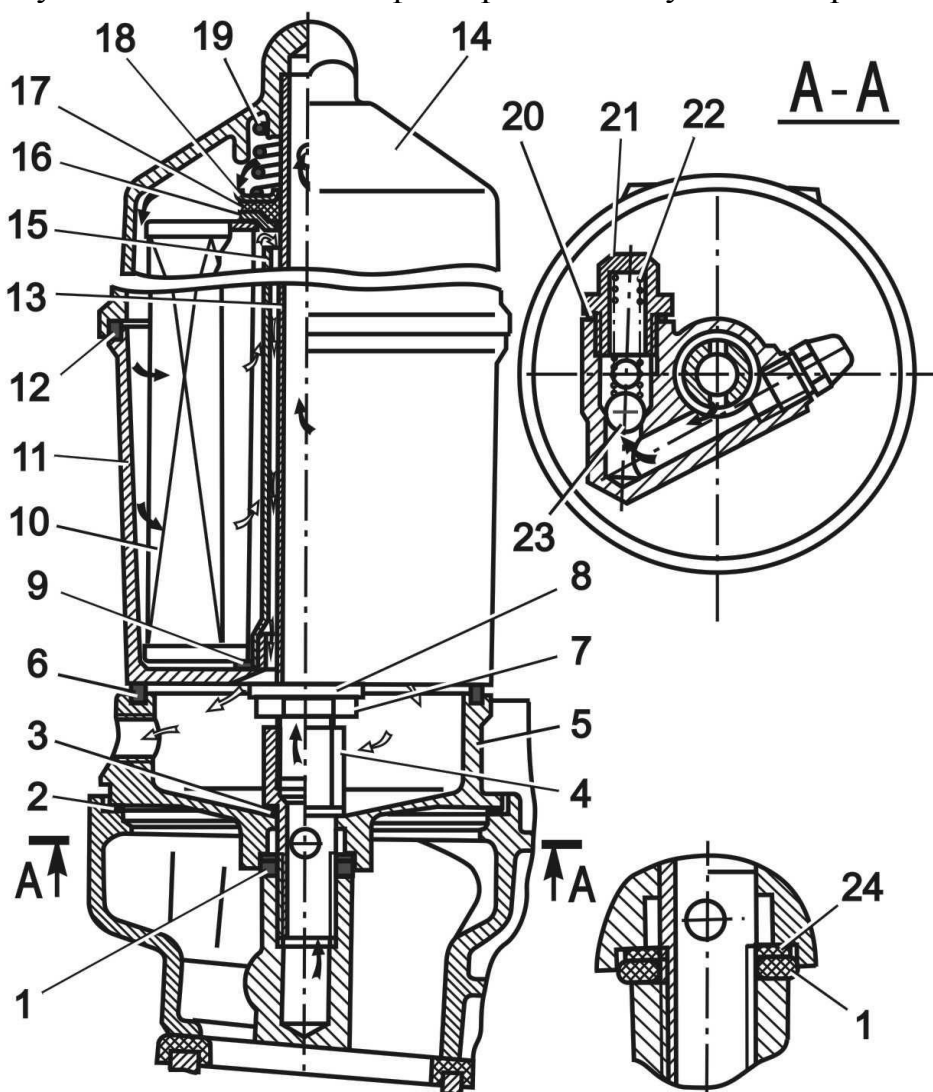

Рис.22. Масляный фильтр:
**Масляный фильтр** (рис.22) - полнопоточный, со сменным бумажным фильтрующим элементом 3307-1017.140 (ООО «Костромское предприятие «Автофильтр»), смонтирован на проставке, расположенной на передней части впускной трубы.
4. Разъединить корпус, для чего отвернуть гайку 7 (рис.22) и заменить фильтрующий элемент. Перед заменой элемента промыть секции корпуса.